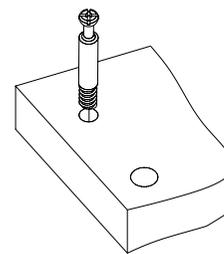
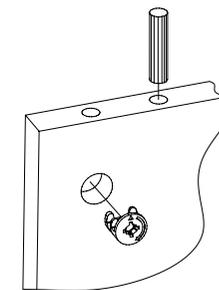

Рис.1
Рис.2
1. Подготовьте детали к сборке. Вкрутите шпильки минифксов в детали 16 (Рис. 1). Затем вставьте головки минифксов и шканты в детали 3, 4 (Рис. 2). С помощью шурупов 3,5x16 закрепите держатели трубы на деталях 3, 5. Вбейте подпятники в соответствующие отверстия деталей 3, 4, 10.